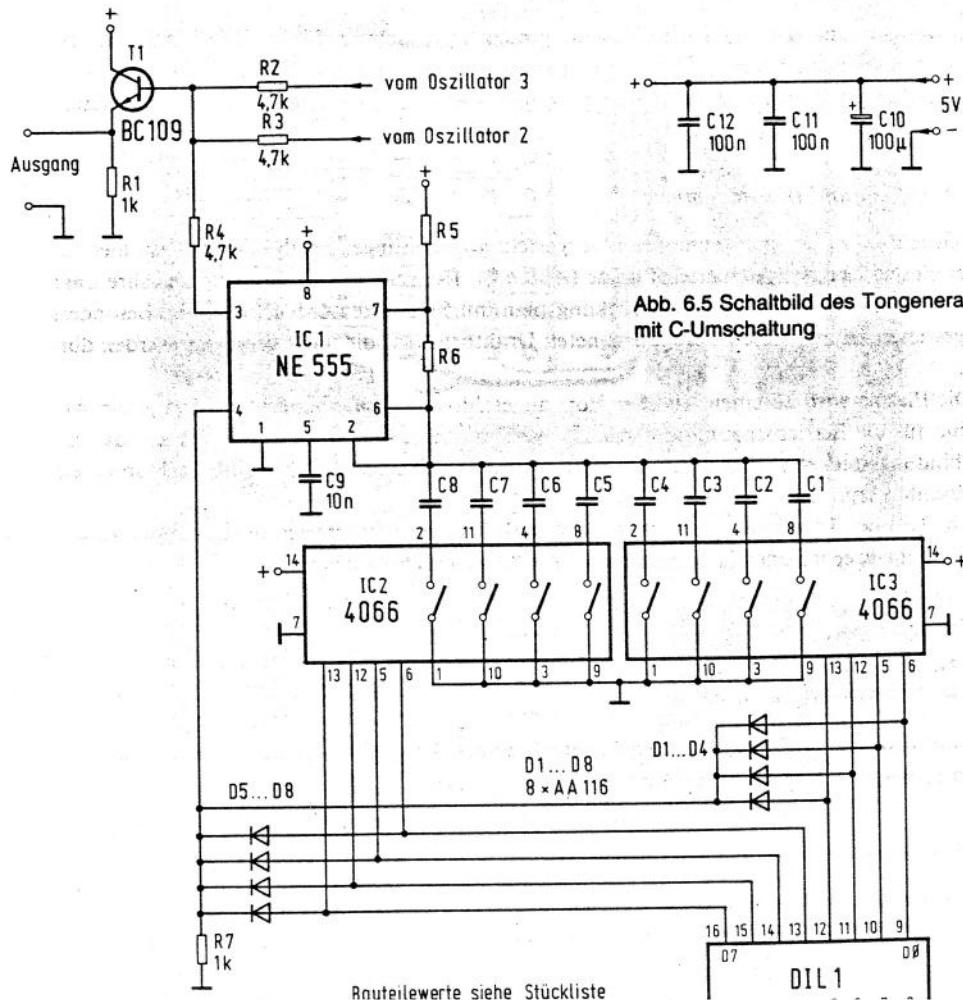
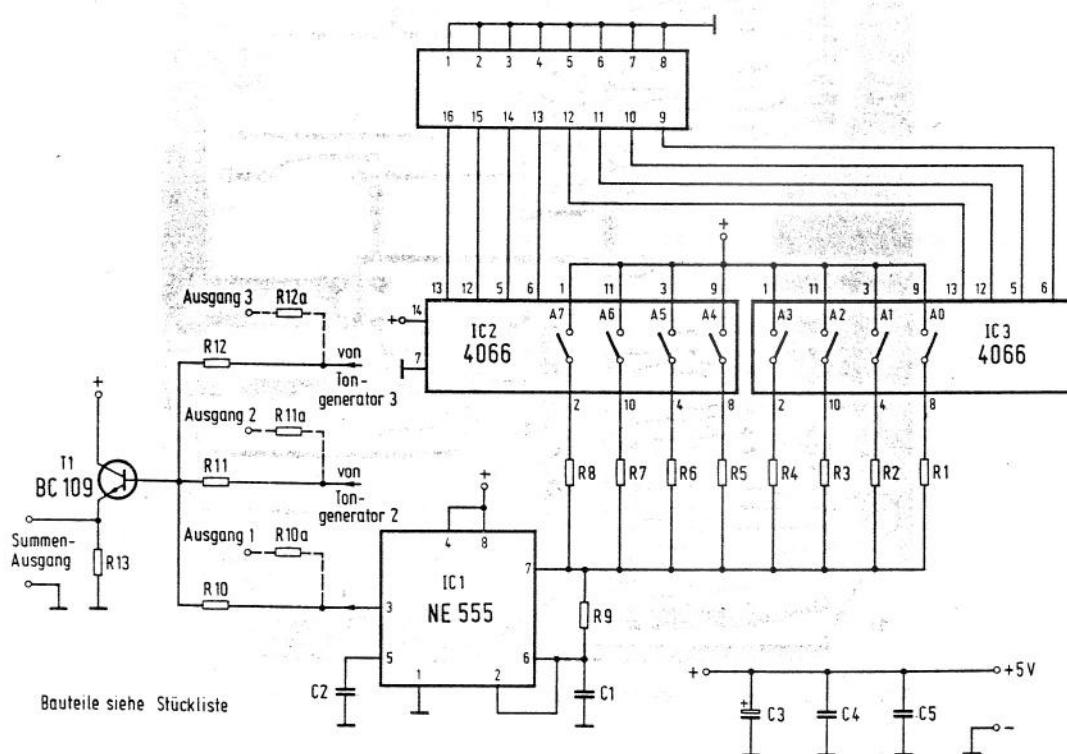

Abb. 6.5 Schaltbild des Tongenerators mit C-Umschaltung
Abb. 6.8 Schaltbild des Tongenerators mit R-Umschaltung
In Abb. 6.5 ist das Schaltbild des Tongenerators gezeigt. Er enthält drei identische, unabhängige Oszillatoren, so daß durch Mischung vielfältige Klangeindrücke erzeugt werden können. Selbstverständlich ist auch hier wieder ein Teilausbau möglich.
*Abb.6.8* zeigt das Schaltbild dieses Tongenerators. Er ist analog aufgebaut zur Schaltung aus *Abb.6.5*. Statt Kondensatoren werden die Widerstände R1 ... R8 geschaltet, um die ge-
wünschte Frequenz einzustellen. Wird der Datenwert Null eingegeben, so sind alle Widerstände abgeschaltet. Dadurch erfolgt keine Aufladung von C1, so daß der Tongenerator stumm bleibt. Eine spezielle Abschaltung wie in Abb.6.5 ist also nicht erforderlich.